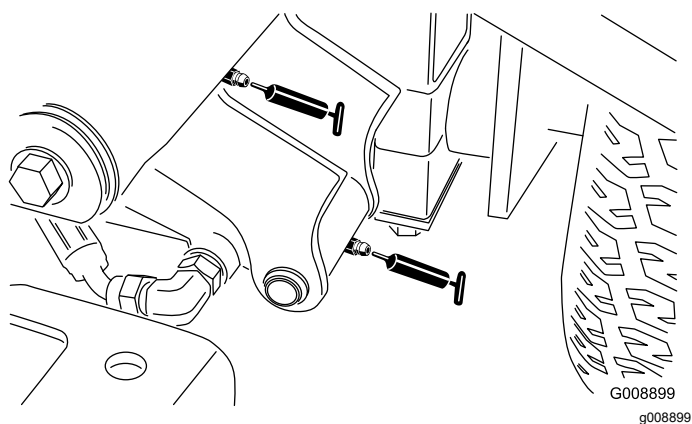

Figura 42
- Pivote y cilindro de elevación del brazo de elevación delantero izquierdo (2) (**Figura 42**)